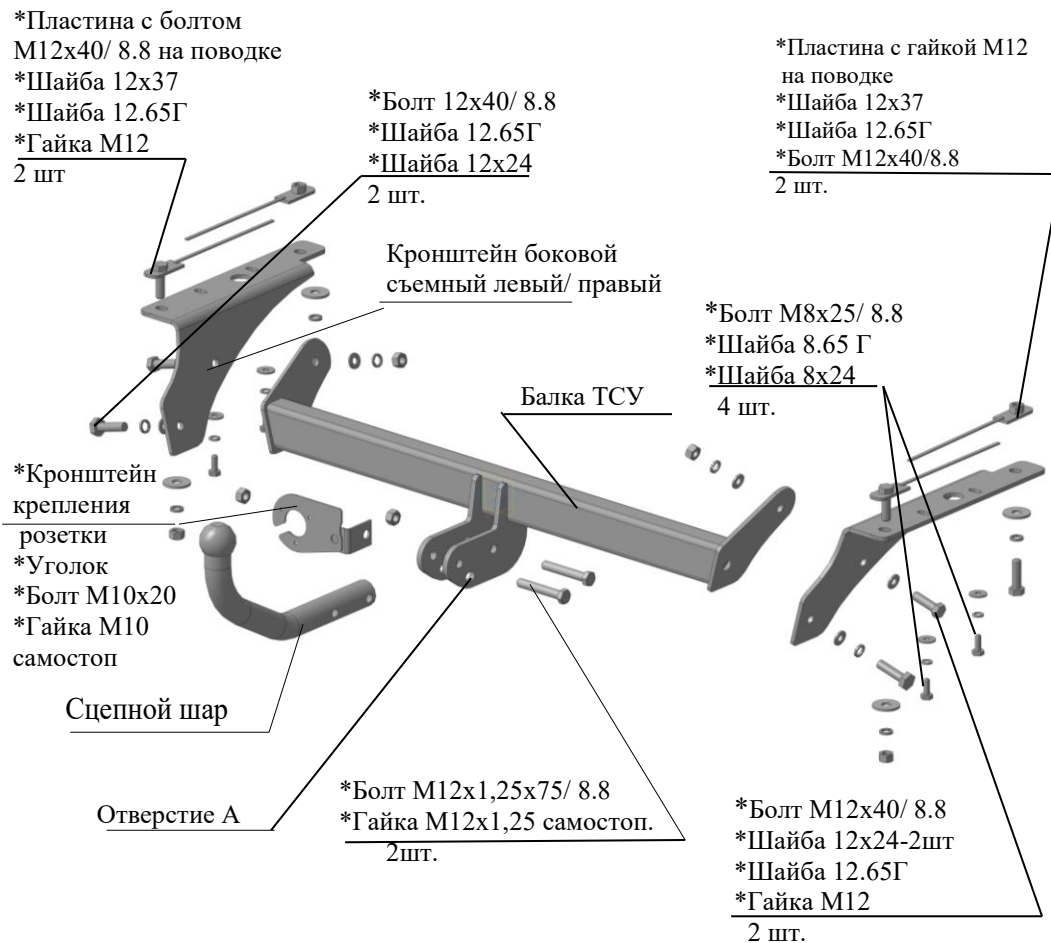

Рис.1 Тягово-цепное устройство ТСУ 8040.
2.1 ТСУ 8040 в сборе (рис.1)	1 шт.
2.2 Пакет с комплектующими (см. рис.1)	1 шт.
соответственно рис.1) к нижним полкам лонжеронов а/м болтами M12x40 на поводках и гайками M12 на поводках и крепежом соответственно рис.1., закрепить глушитель и боковые съемные кронштейны к лонжеронам болтами M8x25 и крепежом соответственно рис.1. Крепеж не затягивать.
4.2 Установить балку ТСУ, закрепив ее к боковым съемным кронштейнам болтами M12x40 и крепежом соответственно рис.1. Крепеж не затягивать.